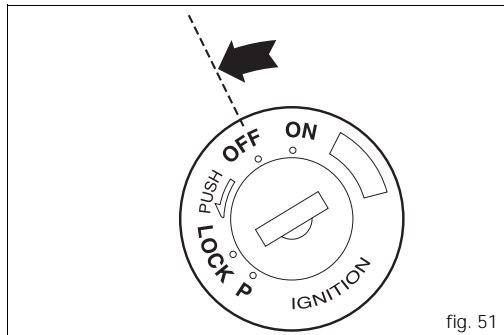

fig. 51
2) Assurez-vous que le commutateur d'arrêt (1, fig. 51) soit en position  (RUN) ; appuyez ensuite sur le bouton-poussoir de démarrage (2).
Réduire la vitesse, rétrograder et relâcher la poignée des gaz. Rétrograder jusqu'à la première vitesse et par la suite mettre au point mort. Freiner et arrêter la moto. Coupez le moteur en déplaçant la clé de contact en position **OFF** (fig. 51).